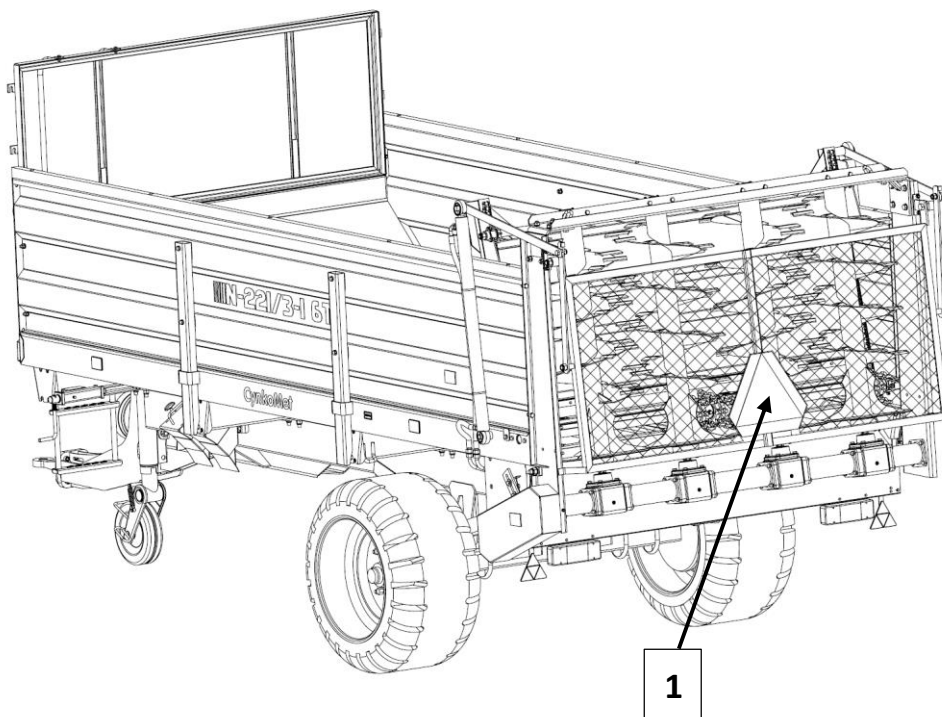

Abbildung 2. Befestigungsstelle der Kennzeichnungstafel für bauartbedingt langsam fahrende Fahrzeuge
- Während der Fahrt auf öffentlichen Straßen muss der Miststreuer mit einem zertifizierten oder homologierten Warndreieck ausgestattet werden. An der Rückwand ist ein dreieckiges Schild für langsam fahrende Fahrzeuge (1), wie in der nachstehenden Abbildung (Abb. 2) gezeigt, anzubringen. Das Warndreieck muss in der Halterung an der Streuwalzenabdeckung angebracht werden.